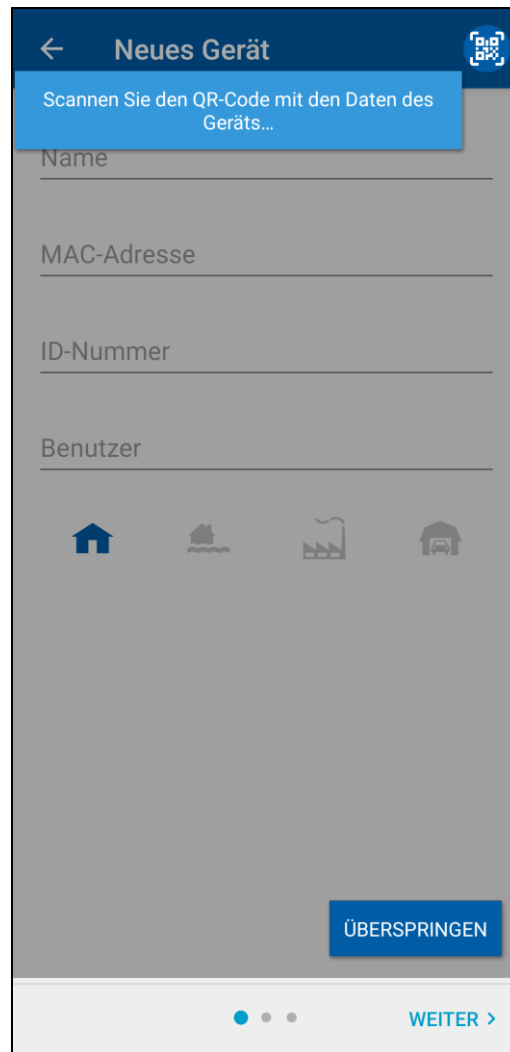

Abb. 6. VERSA CONTROL App (Android): kurze Anleitung.
2. Es wird eine kurze Anleitung angezeigt (Abb. 6). Tippen Sie auf „Überspringen“, um sie zu überspringen.